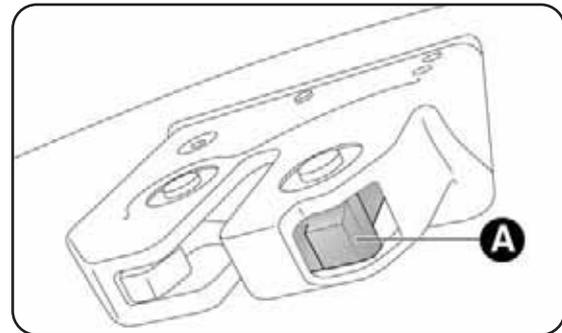

fig. 60
- pressionar na alavanca A-fig. 60.